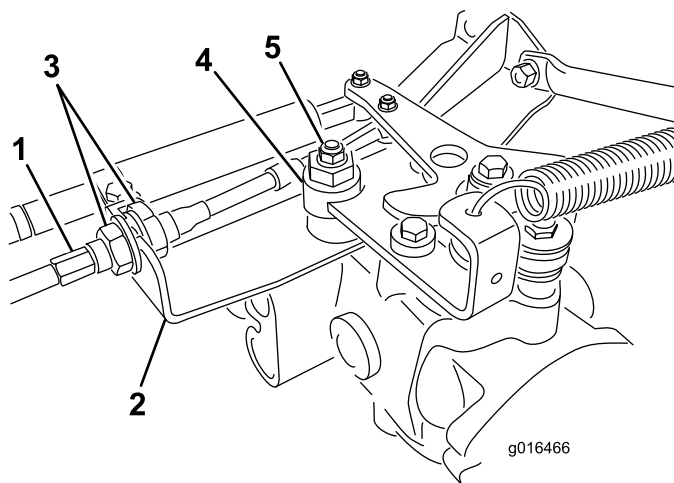

Figura 41
- A. Allentate entrambi i controdadi che fissano il cavo di comando della trazione alla paratia dell'igrostatato (Figura 41). Verificate che i controdadi siano ugualmente allentati, in modo sufficiente da consentire la messa a punto.
**Nota:** Allentate il dado che fissa l'eccentrico alla parte superiore dell'igrostatato (Figura 41).
- E. Quando la ruota cessa di girare, serrate il dado di bloccaggio dell'eccentrico per mantenere la messa a punto (Figura 41).
- G. Da ambo i lati della piastra serrate in modo uniforme i dadi che fissano il cavo di trazione alla piastra (Figura 41). Non torcete il cavo.